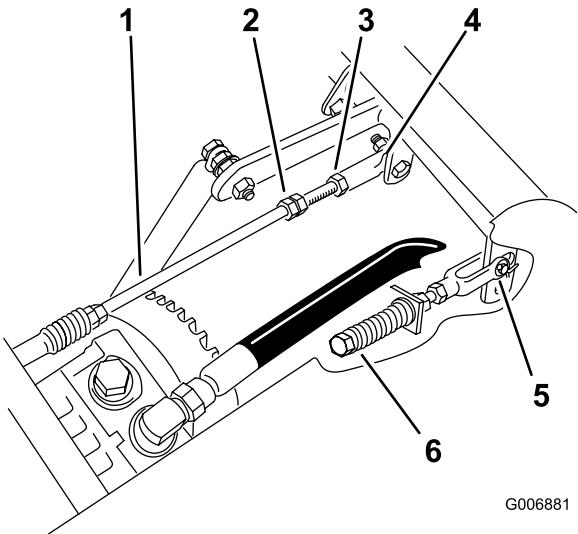

Figura 62
3. Ajuste la longitud de la varilla de la bomba girando las tuercas dobles de la varilla, en el sentido apropiado, hasta que la rueda quede estacionaria o se mueva muy lentamente en marcha atrás (Figura 62).
6. Apriete la contratuercas de la articulación esférica (Figura 62).